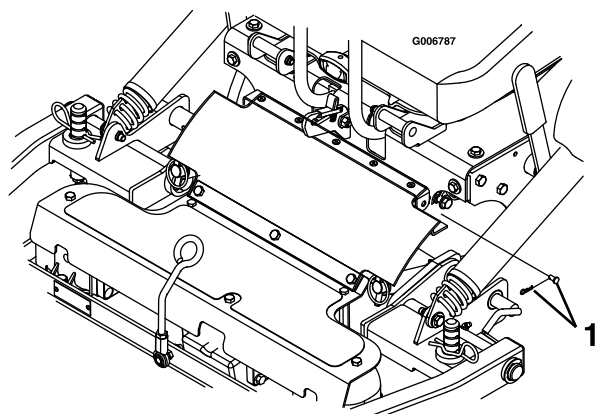

Figure 21
3. Retirez les goupilles fendues et les axes de chape des deux côtés de la protection de PDF (Figure 21).